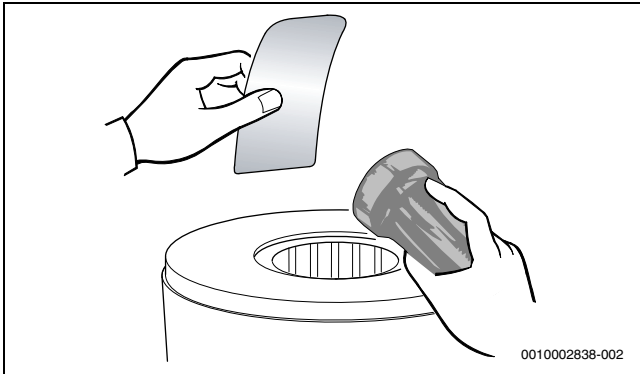

Bild 174 Wärmeblock auf Rückstände prüfen
- ▶ Wärmeblock erneut auf Rückstände prüfen (→ Bild 174).